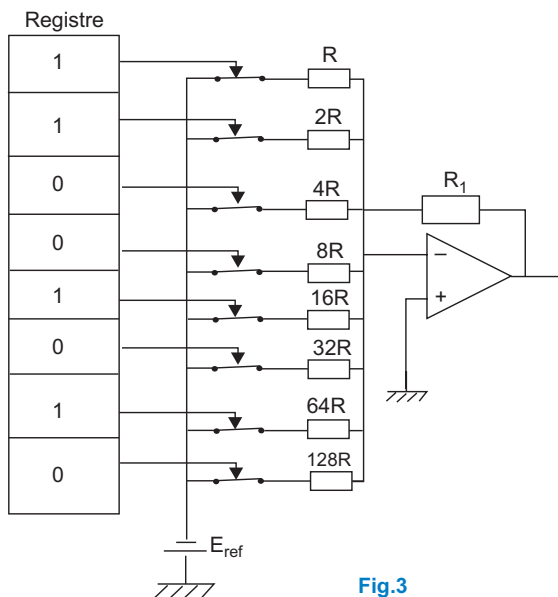

Fig.3
- 5** On considère le convertisseur numérique-analogique à 8 bits schématisé par la figure 3.